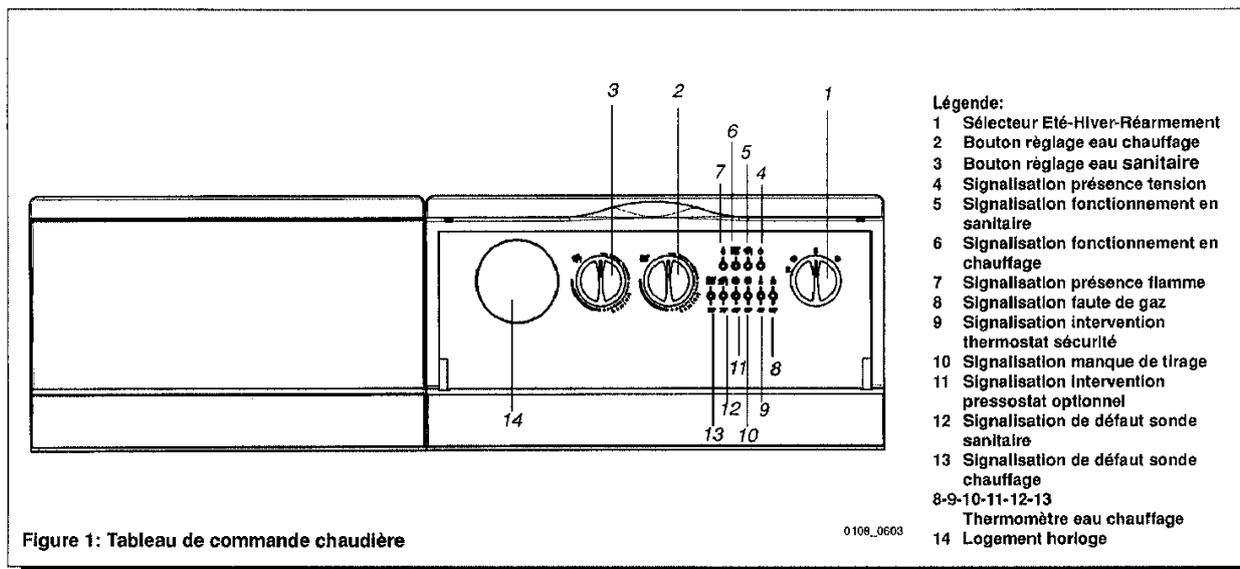

Figure 1: Tableau de commande chaudière
- Tourner le bouton du sélecteur (Réf.1 Figure 1) mettant la chaudière en position Eté ou Hiver selon le fonctionnement désiré. Contrôler que le signal présence tension (Réf. 4 Figure 1) soit allumé et que le signal faute de gaz soit éteint (Réf. 8 Figure 1). Si celui-ci est allumé, tourner le bouton du sélecteur (1) momentanément sur le symbole **R** de façon à en provoquer l'extinction.
- Positionner l'index du bouton de réglage eau de chauffage (Réf. 2 Figure 1) afin que la chaudière fonctionne au régime thermique voulu.
- Positionner l'index du bouton de réglage du ballon (Réf. 3 Figure 1) selon la valeur souhaitée pour l'eau chaude sanitaire.
Avec le sélecteur été / hiver en position Hiver, une fois atteinte la température choisie de l'eau du ballon, la chaudière se met automatiquement au service de l'installation de chauffage (priorité sanitaire). Il est possible d'exclure la fonction "sanitaire" en plaçant le bouton (Réf. 3 Figure 1) à la valeur minimale qui correspond à la fonction antigel du ballon.
Important : avec le sélecteur (Réf.1 Figure 1) en position ❄ Hiver, il faut quelques minutes d'attente à chaque intervention du dispositif de réglage du chauffage (Réf. 2 Figure 1). Pour obtenir immédiatement un nouvel allumage du brûleur mettre le sélecteur en position (0) et remettre en position Hiver.
- Mettre le sélecteur été/hiver (Réf. 1 Figure 1) en position "Eté".
- Mettre l'index du bouton de réglage du ballon (Réf. 3 Figure 1) à la valeur souhaitée pour l'eau chaude sanitaire.
Attention : pendant le premier allumage, avant l'évacuation de l'air contenu dans le tuyau à gaz, il est possible que le brûleur ne s'allume pas et que la chaudière se bloque (signal rouge allumé clignotante Réf. 8 Figure1).
Faute d'un thermostat d'ambiance, il est possible de contrôler la température ambiante par le bouton de réglage de la chaudière (Réf. 2 Figure 1); dans ces conditions la pompe fonctionne toujours.